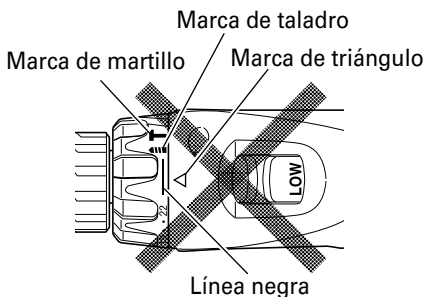

Fig. 6
- No utilice la unidad con el número de la dial del embrague en "22" y la línea negra en el medio de la marca de taladro. Si lo hiciese podrían producirse daños (Consulte la Fig. 6).